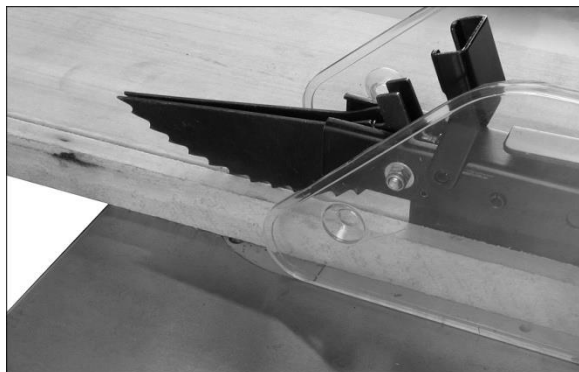

Рисунок 9-1
- ❑ По мере использования станка следует периодически проверять работу упора-блокиратора, предотвращающего отдачу (Рисунок 9-1). Если кулачки упора-блокиратора не останавливают обратное движение заготовки, заточите их вершинки.